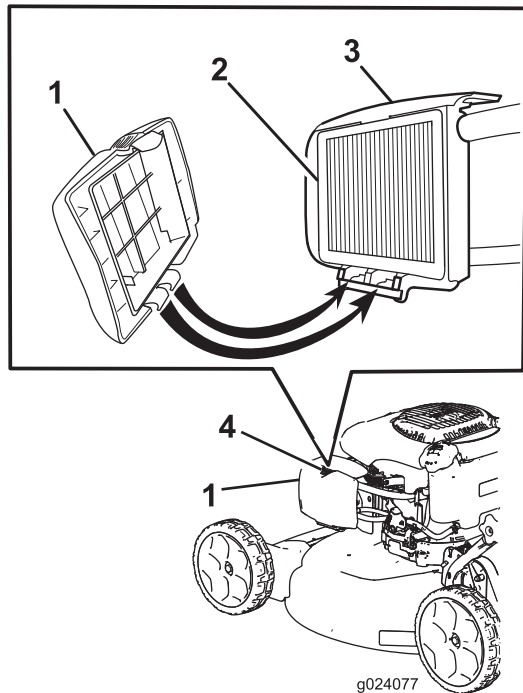

Figura 19
2. Pulse el botón de la tapa del limpiador de aire (Figura 19) y abra la tapa.